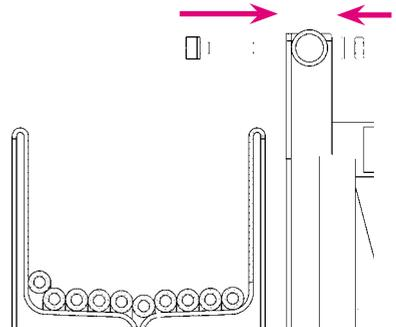

Abb. 13
- Träger der Haspel seitlich an den Rahmen anlegen, so dass die Befestigungsbohrungen mit denen des Rahmens übereinander liegen und mittels Schrauben, Scheiben und Muttern montieren. (siehe Abb. 13)